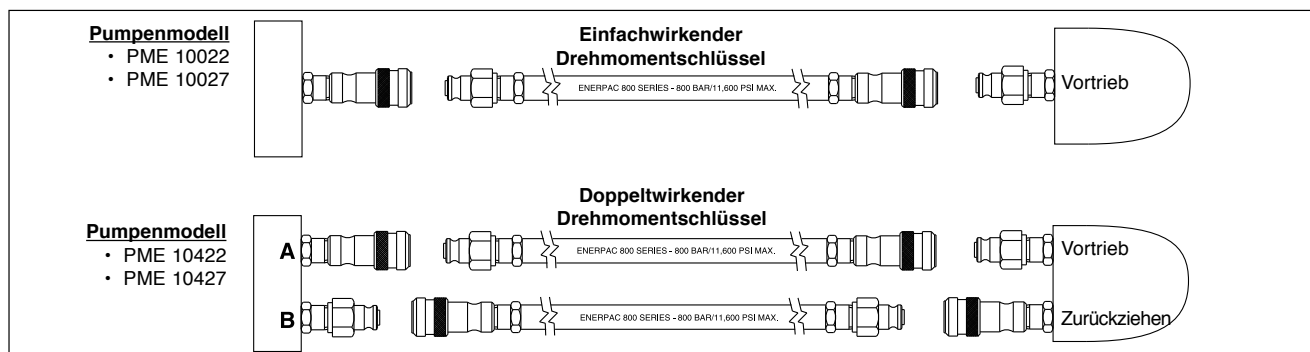

Abbildung 4 – Verbindungsplan
2. Das andere Schlauchende wie auf Abbildung 4 gezeigt an die Kupplung am Drehmomentschlüssel anschließen.
- Die Schläuche wie auf Abb. 4 dargestellt an den Drehmomentschlüssel anschließen. Die Schläuche und Kupplungen der Serie 800 wurden so konzipiert, daß bei Verwendung von Enerpac-Pumpen und Drehmomentschlüsselkombinationen der Vortriebsport der Pumpe nur an den Vortriebsport des Drehmomentschlüssels und der Rückziehport der Pumpe nur an den Rückziehport des Drehmomentschlüssels paßt.